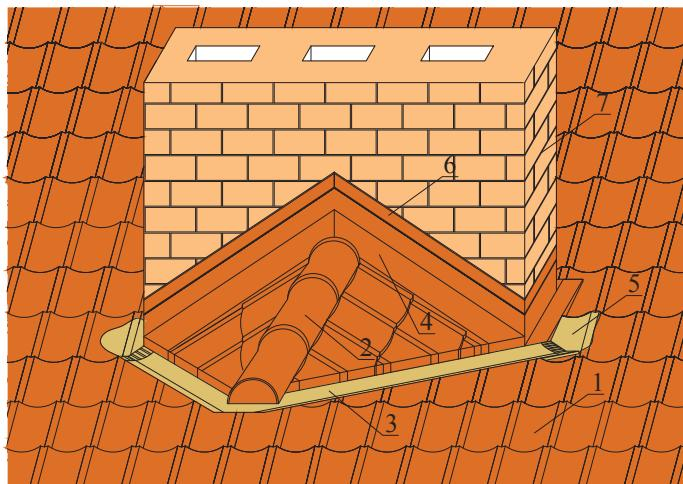

Рис. 25
4.8.6. В зависимости от размеров разжелобка кровельные панели укладывают аналогично монтажу на скате (рис. 25) или же закрывают разжелобок с использованием плоского листа.